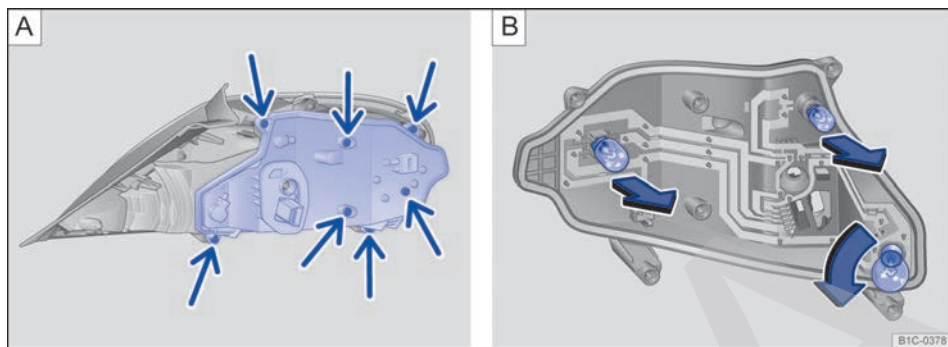

Fig. 153 **A**: Desmontaje del portalámparas. **B**: Lámparas en el portalámparas.
8.	Desmonte los tornillos de fijación → fig. 153 A (flechas) con el destornillador de las herramientas de a bordo → pág. 179.
10.	Sustituya la lámpara averiada por otra nueva del mismo tipo → fig. 153 B .
11.	Coloque el portalámparas en el grupo óptico trasero. Apriete los tornillos de fijación → fig. 153 A (flechas) con el destornillador.